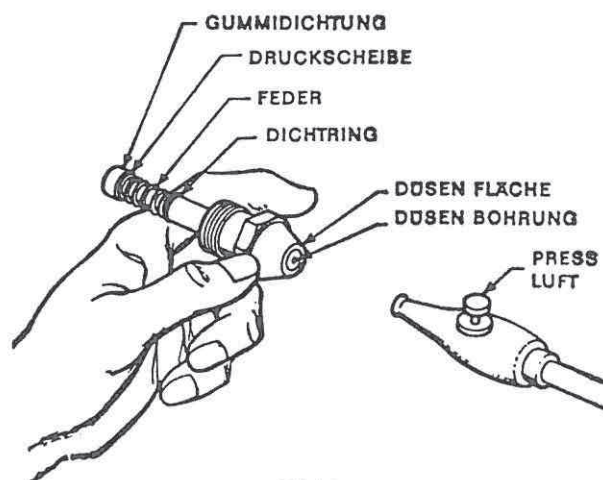

Bild 8
6. Vor Einsatz der Düse montieren Sie die Druckscheibe, Feder, Druckscheibe und Gummidichtung in richtiger Reihenfolge (Bild 8).